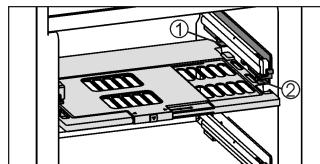

Fig. 11
► Introducir la placa de regulación de la humedad: introduzca los nervios de la tapa de la placa desde abajo en el soporte trasero Fig. 11 (1) y encájelos por delante en el soporte Fig. 11 (2).